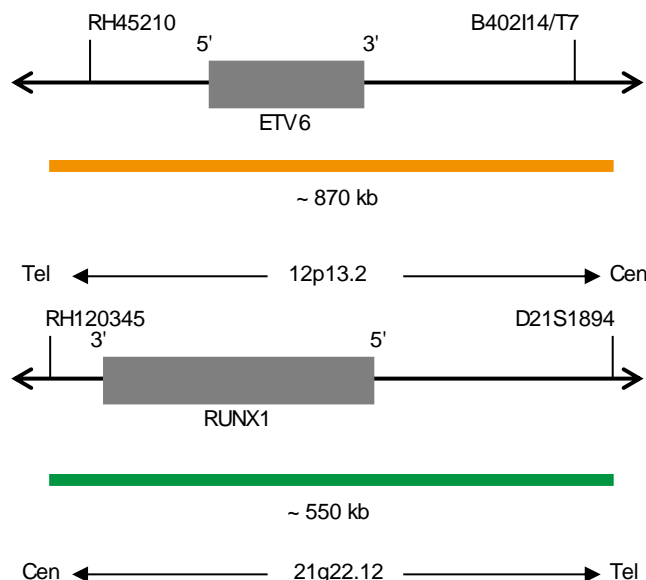

Fig. 1 : En haut : Carte de la sonde SPEC ETV6 ; En bas : Carte de la sonde SPEC RUNX1 (pas à l'échelle)
- Polynucléotides marqués au ZyOrange (excitation 547 nm/émission 572 nm) (~6 ng/ $\mu$ l), qui ciblent une séquence de 12p13.2\* (chr12:11,586,400-12,454,330) hébergeant la région du gène ETV6 (voir figure 1).
- Polynucléotides marqués au ZyGreen (excitation 503 nm/émission 528 nm) (~12 ng/ $\mu$ l), qui ciblent une séquence de 21q22.12\* (chr21:36,106,492-36,657,941) hébergeant la région du gène RUNX1 (voir figure 1).